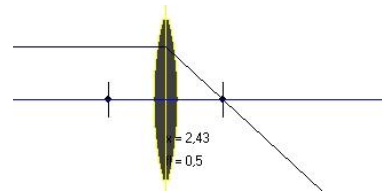

Abbildung 2: Achsenparalleler Strahl
- Der achsenparallele Strahl (Abbildung 2) verläuft durch den Brennpunkt.